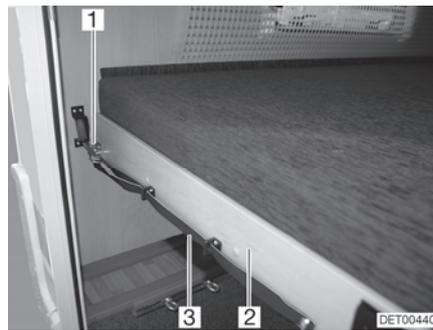

Bild 64 Etagenbett (Heck)
- An der Schlaufe (Bild 64,3) ziehen und den Riegel (Bild 64,1) lösen.
- Den Lattenrost (Bild 64,2) mit der Matratze nach vorn ziehen, bis er einrastet.